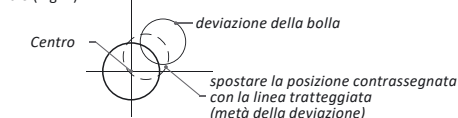

Fig. 7
c) Ruotando le viti di sollevamento, riportare la bolla a metà verso il centro (Fig. 7).
d) Compensare l'altra metà della deviazione ruotando le due viti di regolazione (Fig. 7).